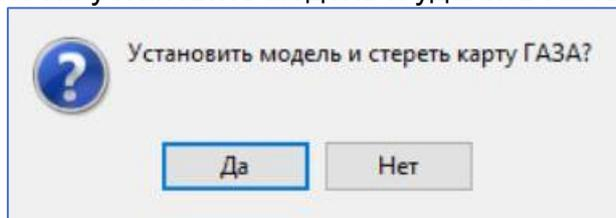

Рис. 2.98 Окно подтверждения настройки модели и удаления газовой карты
8. После сбора карт (на бензине и газе) нажмите кнопку «Установить модель». Программа спросит, нужно ли установить модель и удалить газовую карту (Рис.2.98).